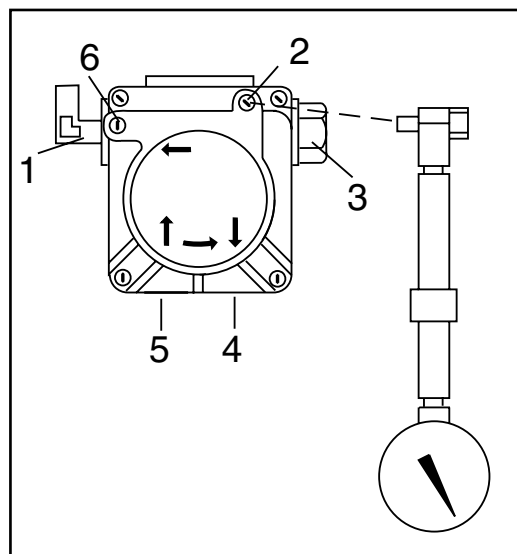

fig. 13 - Amorçage de la pompe
- Raccord manomètre (fig. 13)
Pompe type SUNTEC AL 35 (fig. 13)